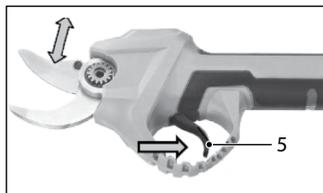

Рис. 2
4. Для перевода секатора в состояние готовности к работе дважды нажмите на курковый выключатель 5 (рис. 1 и рис. 2), прозвучат два коротких звуковых сигнала, и подвижное лезвие переместится в верхнее положение (лезвия режущего узла разомкнутся). Секатор готов к работе.
Для выполнения реза поместите ветвь между лезвиями и однократно нажмите курковый выключатель 5 (рис. 1 и рис. 2) до упора. Подвижное лезвие совершит один рабочий ход, и режущий узел вернется в открытое состояние. При неполном нажатии на курковый выключатель подвижное лезвие совершает неполный рабочий ход и возвращается в исходное (открытое) положение. При удержании куркового выключателя в нажатом положении до 2 секунд подвижное лезвие остается в нижней точке рабочего хода (лезвия сомкнуты), при отпускании куркового выключателя режущий узел возвращается в состояние готовности (лезвия разомкнуты).
1. Закройте режущий узел (переведите лезвия в сомкнутое положение) для обеспечения безопасности хранения и транспортировки. Для этого нажмите на курковый выключатель 5 (рис. 1 и рис. 2) и удерживайте его в течение 3...5 секунд, прозвучат два коротких звуковых сигнала, и лезвия сомкнутся. Отпустите курковый выключатель, режущий узел останется в закрытом состоянии (лезвия сомкнуты).